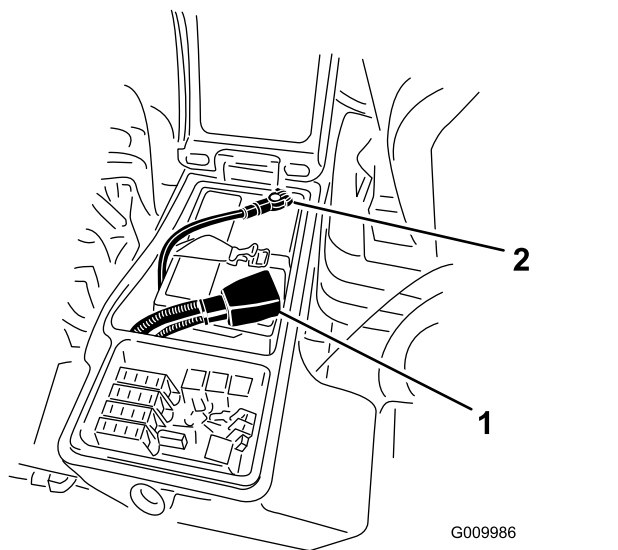

Рисунок 59
3. Отсоедините отрицательный кабель (черный) от отрицательной (-) клеммы и положительный кабель (красный) от положительной (+) клеммы аккумуляторной батареи (Рисунок 59).
6. Подсоедините положительный кабель (красный) к положительной клемме (+), а отрицательный кабель (черный) – к отрицательной (–) клемме аккумуляторной батареи (Рисунок 59).